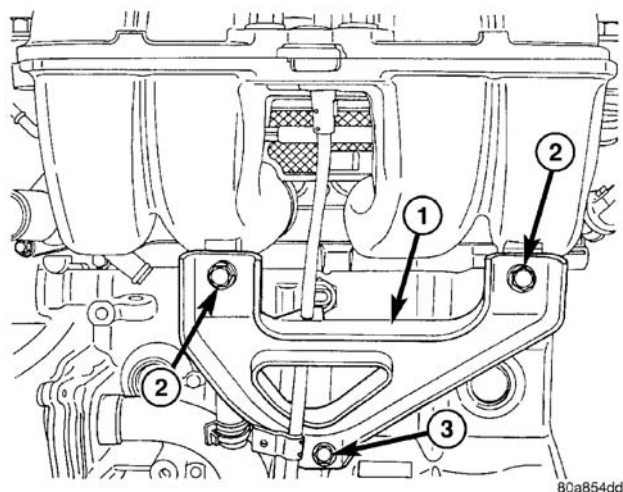

图 109 下进气歧管支撑支架
（7）卸下下进气歧管支撑支架螺栓（图 109）。
（8）拧松下进气歧管支撑支架下螺栓（图 109）。
(3) 安装下进气歧管支撑支架螺栓（图 109）并紧固到：
- (4) 将动力转向液罐置定于歧管上和安装螺栓。
(5) 连接燃油管路。（参见 14-燃油系统/燃油输送/快速连接接头-标准程序）
(6) 连接冷却液温度传感器/燃油喷嘴接线束接头。
(7) 安装散热器上软管和加热器供热软管。
(8) 安装上进气歧管。（参见 9-发动机/歧管/进气歧管-安装）
(9) 加注冷却系统。（参见 7-冷却-标准程序）